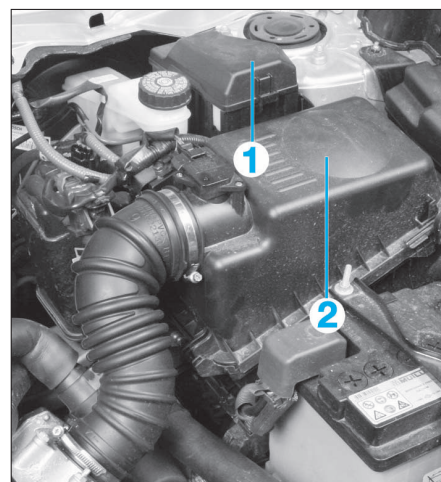

FIG. 15
- Déposer le bloc relais (1) (fig. 15).